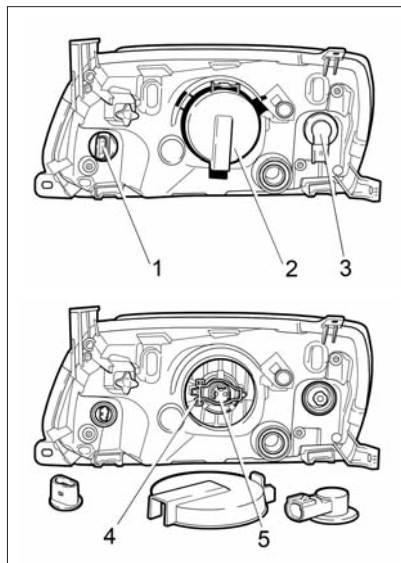

Рис. 59. Блок-фара
Для доступа к лампе ближнего/дальнего света выньте защитную крышку 2 (рис. 59), отсоедините колодку жгута проводов и снимите резиновый кожух лампы, отведите поочередно в стороны «усики» 4 пружины лампыдержателя, предварительно нажав на них, выньте лампу 5 из посадочного места рефлектора. Монтаж новой лампы проводите в обратном порядке. Все работы по установке галогеновой лампы проводите в перчатках во избежание оставления следов на колбе лампы. После установки лампы ближнего/дальнего света убедитесь в плотном прилегании резинового кожуха на цоколе лампы и корпусе блок-фары.
Рис. 59а. Задний фонарь автомобиля с кузовом «седан»
**Рис. 59б. Задний фонарь автомобиля с кузовом «лифтбек»**
Для снятия лампы в заднем фонаре автомобиля с кузовом «седан» (рис. 59а) проделайте следующие действия:
**Рис. 59в. Снятие заглушки опоры полки**
Для снятия лампы в заднем фонаре автомобиля с кузовом «лифтбек» (рис. 59б) проделайте следующие действия:
- нажмите пальцем через отверстие в заглушке опоры полки на защелку 1 (рис. 59в);
**Рис. 59г. Боковой указатель поворота**
Для замены лампы в боковом указателе поворота 1 (рис. 59г) снимите его с автомобиля. В гнез-